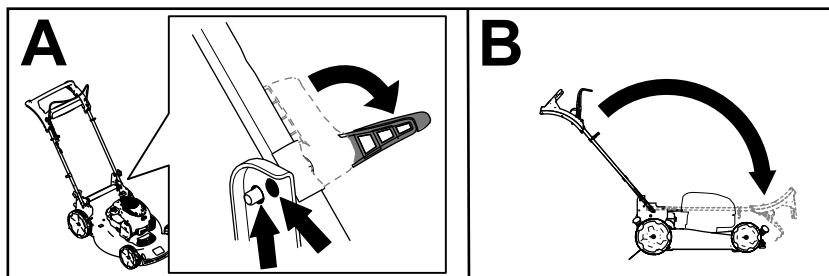

Figure 18
2. Déverrouillez le guidon jusqu'à ce que la moitié supérieure bouge librement (A de la Figure 18).
3. Rabattez le guidon complètement en avant (B de la Figure 18).